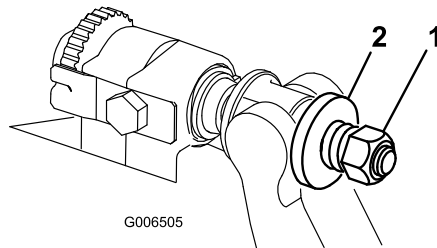

Figura 32
- Aperte a porca da mola tensora até que a mola fique recolhida; em seguida, desaperte meia volta (Figura 32).